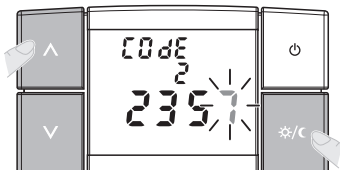

fig. 47
- Une fois avoir confirmé avec la touche  la dernière valeur, le nouveau mot de passe est activé et l'écran affiche la fonction suivante (fig. 47).